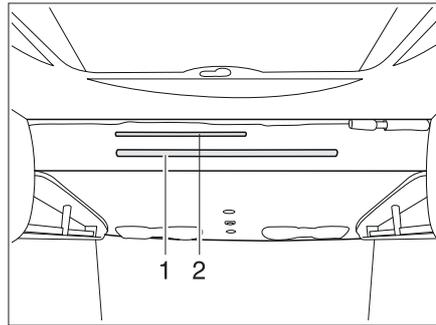

Bild 127 Hubbett manuell
- Den Griffhebel (Bild 127,2) nach unten ziehen, um das Hubbett zu entriegeln.
- Das Hubbett mit beiden Händen an der Griffstange (Bild 127,1) nach unten ziehen.
- Die Aufstiegsleiter mit den beiden Bügeln in die Griffstange (Bild 127,1) am Hubbett einhängen.